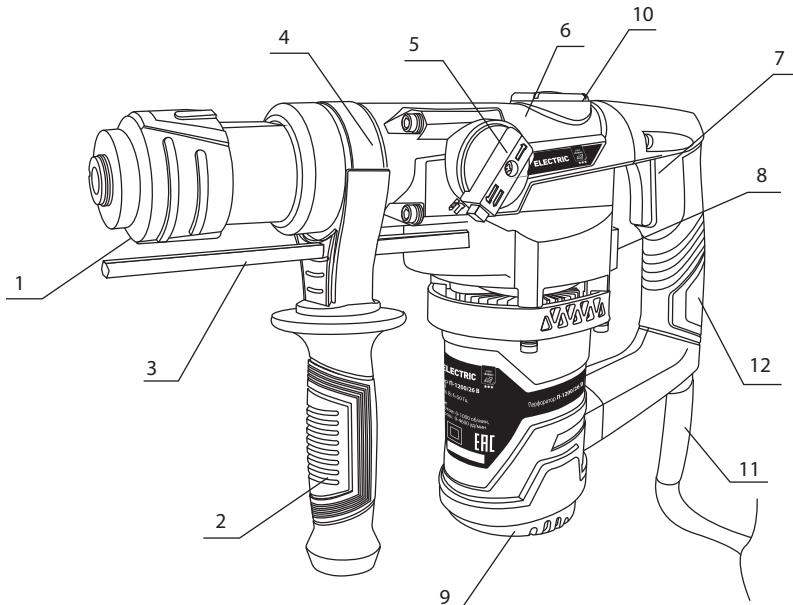

Рисунок 1. Органы управления и индикации
механизму посредством специального подшипника с качающейся наружной обоймой. Рабочий инструмент (бур, пика и др.) устанавливается и фиксируется в патроне SDS-Plus 1 (рисунок 1) с помощью хвостовика специальной формы типа SDS-Plus.
Включение перфоратора осуществляется нажатием на клавишу 7 (рисунок 1) выключателя.
6.3.2. Переключение режимов работы осуществляется с помощью переключателей 8 (рисунок 1). Для выбора режима работы, необходимо нажать на кнопку с торца и повернуть переключатель 5 (рисунок 1).
6.4.1. Перфоратор имеет постоянную частоту вращения инструмента, включается нажатием на клавишу 7 выключателя (рисунок 1).
6.6. Установка сменного инструмента. Бур с хвостовиком типа SDS-Plus вставить в отверстие патрона без усилия и слегка провернуть вокруг своей оси так, чтобы шлицы совпали с пазами хвостовика (инструмент «западает» на 1...2 мм), затем вставить бур до упора. Специальный механизм предотвращает самопроизвольное выпадение бура из патрона. Для удаления бура наружный стакан патрона 1 (рисунок 1) отвести назад до упора, вынуть инструмент.
6.7. Установка глубины обработки. С помощью ограничителя глубины обработки, расположенному в верхней части дополнительной рукоятки 3 (рисунок 1) можно установить требуемую глубину сверления. Для этого ослабьте фиксатор, раскрутите дополнительную рукоятку 3 (рисунок 1) путём вращения против часовой стрелки, она опустится ниже, затем выставьте требуемый размер обработки (расстояние от вершины сверла/бура до конца ограничителя) и закрутите дополнительную рукоятку путём вращения по часовой стрелке для затяжки и фиксации глубиномера.
7.1.2. Установите, если необходимо, и надежно закрепите дополнительную рукоятку 2 (рисунок 1). Установите и надежно закрепите нужный сменный инструмент в патрон (подраздел 6.6. Установка сменного инструмента).
7.1.3. Убедитесь, что перфоратор выключен. Для этого нажмите до упора и отпустите клавишу выключателя 7 (рисунок 1).
7.2.1. Включение. Подключите вилку электрического кабеля к электрической сети, нажмите на клавишу выключателя **7** (рисунок 1), перфоратор включится. Для продолжительной работы на максимальных оборотах необходимо нажать и зафиксировать нажатие на клавише выключателя **7** (рисунок 1).
7.2.2. Выключение. Просто отпустите клавишу выключателя **7** (рисунок 1).
8.1. Установите сменный инструмент. Проверьте правильность и надежность его закрепления. Очистите хвостовик бура и нанесите смазку для буров перед его установкой (примерно 0,5-1 г). Такая смазка хвостовика и патрона **1** (рисунок 1) обеспечивает равномерный износ и увеличивает срок службы инструмента и оснастки. Вставьте бур в патрон **1** (рисунок 1) инструмента. Поверните бур и протолкните его, пока он не зафиксируется. После установки всегда проверяйте надежность закрепления бура на месте, попытавшись вытащить его из патрона. Чтобы удалить бур из перфоратора, нажмите вниз на крышки патрона **1** (рисунок 1) и вытащите бур.
8.2. Установите дополнительную рукоятку **2** (рисунок 1). После этого затяните рукоятку путем поворота по часовой стрелке в желаемом положении. Возможна установка в любом положении при вращении на 360° вокруг корпуса инструмента. Для снятия дополнительной рукоятки **2** (рисунок 1) ослабьте крепление поворотом против часовой стрелки.
8.2.1. Глубиномер удобен при сверлении/бурении отверстий одинаковой глубины. Отверстие фиксации глубиномера расположено в верхней части рукоятки **2** (рисунок 1), ослабление глубиномера для его смещения и регулировки углубления происходит после ослабления рукоятки путем вращения против часовой стрелки, для закрепления и фиксации необходимо закрутить рукоятку до упора по часовой стрелки.
Для бурения в бетоне, каменной кладке и т. д. поверните рычаг изменения режима работы **5** (рисунок 1) к символу «бур и молоток». Воспользуйтесь буром с наконечником из сплава карбida вольфрама.
ВНИМАНИЕ! При попадании бура в металлическую арматуру, залитую в бетон, при засорении отверстия щепой и частицами или в случае, когда просверливаемое отверстие становится сквозным, на инструмент/сверло воздействует значительная и резкая сила скручивания. Всегда пользуйтесь боковой рукояткой **2** (рисунок 1) и крепко держите инструмент и за боковую рукоятку **2** (рисунок 1) и за основную ручку при работе.
Для сверления в дереве, металле или пластиковых материалах поверните рычаг изменения режима действия **8** (рисунок 1) к символу «бур». При использовании свёрел необходимо убедиться в том, что хвостовик – цилиндрической формы с насычкой посадки SDS-plus, который можно установить в патрон инструмента. Последовательность действий по установке сверлильного патрона с переходником SDS-plus смотрите в подразделе 6.6. Установка сменного инструмента.
Для операций штробления, разрушения или скобления поверните рычаг изменения режима действия **5** (рисунок 1) к символу «молоток». Воспользуйтесь соответствующим режиму работы точечным долотом (пикой), плоским зубилом, зубилом для скобления и т. д.
ВНИМАНИЕ! Не вращайте рычаг выбора режима работы **5** (рисунок 1), если инструмент работает